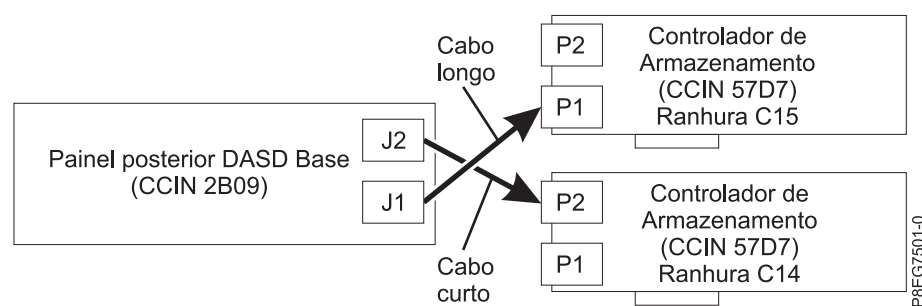

Figura 8. Voltar a ligar o cabo SAS numa configuração de disco dividido
- O cabo SAS curto liga o conector (J2) do painel posterior da unidade de disco superior ao conector P2 do adaptador na ranhura P1-C14. O cabo SAS comprido liga o conector (J1) do painel posterior da unidade de disco inferior ao conector P1 do adaptador na ranhura P1-C15. Consulte Figura 8.